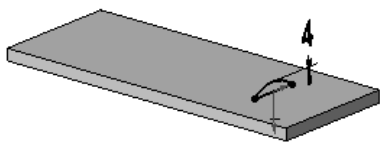

图 10.4.2 编辑草图
(1) 在设计树中右击  Orientation Sketch 特征, 在弹出的快捷菜单中选择  删除... (X) 命令。
(2) 用同样的方法删除  Cut-Extrude1 特征和  Sketch3 特征。
Step4. 修改尺寸。单击设计树中  Boss-Extrude1 节点前的“▶”号, 右击  Sketch2 特征, 在弹出的快捷菜单中选择  命令, 进入草图环境; 将如图 10.4.2 所示的尺寸“4”改成“6”, 退出草图环境。